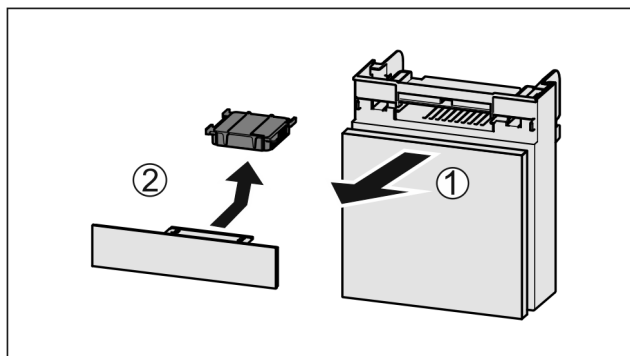

Fig. 128
- ▶ Издърпайте Fig. 128 (1) напред от отделението.
- ▶ Извадете Fig. 128 (2) филтъра с активен въглен.